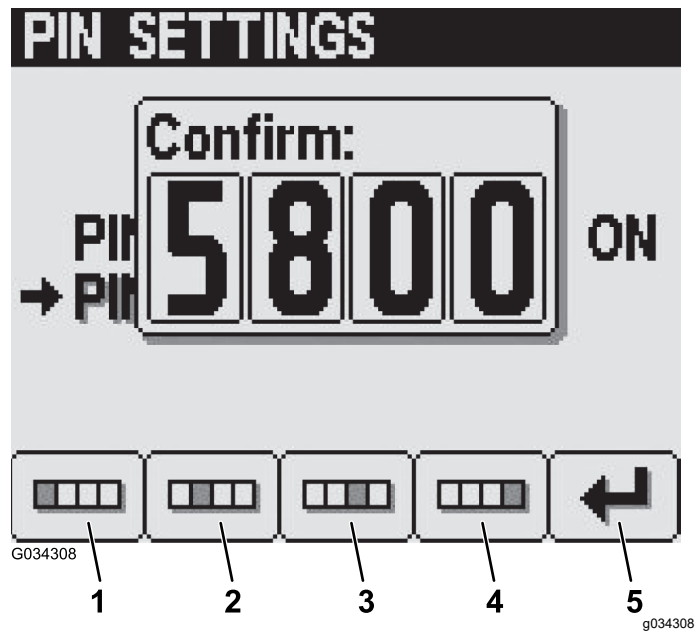

Figura 29
- Nella schermata di conferma, premete i pulsanti da 1 a 4 per inserire il nuovo codice PIN. Quando completate l'inserimento del PIN, premete il pulsante 5 (Figura 29).
**Nota:** Una volta confermato il codice PIN (Figura 29), appare la schermata PIN Corretto per circa 5 secondi.